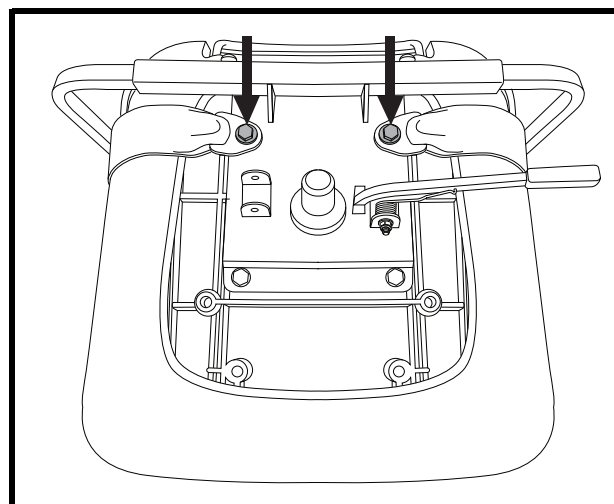

Figura 21. Bulloni per cinture di sicurezza
La seduta del miniscooter può essere dotata di cinture di sicurezza regolabili per maggiore comodità. **Vedere figura 21.** La cintura di sicurezza è stata progettata per garantire un maggiore supporto all'utente ed evitare che scivoli in avanti o indietro sulla seduta. La cintura di posizionamento non è concepita come dispositivo di contenimento.
2. Posizionare la seduta a testa in giù per poter lavorare sulla base della seduta. **Vedere figura 21.**